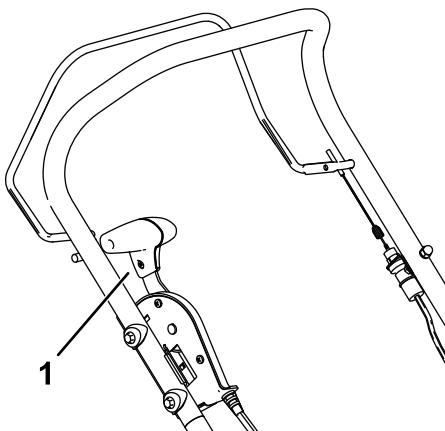

Figura 10
3. Mueva la palanca de transporte totalmente hacia atrás (hacia usted) a la posición de transporte (Figura 10).
5. Mueva la palanca de transporte totalmente hacia atrás (hacia usted) a la posición de transporte (Figura 10).